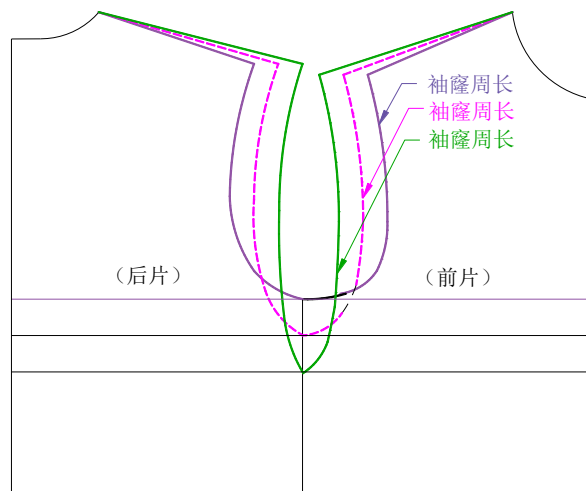

图 16 衣袖收缩量与袖窿周长的关系
(1) 袖窿周长：袖窿弧线越长，袖山弧线也越长。按比例推算，袖山收缩量也就越大。因此，在相同条件下，袖山收缩量与袖窿周长成正比。见图 16。